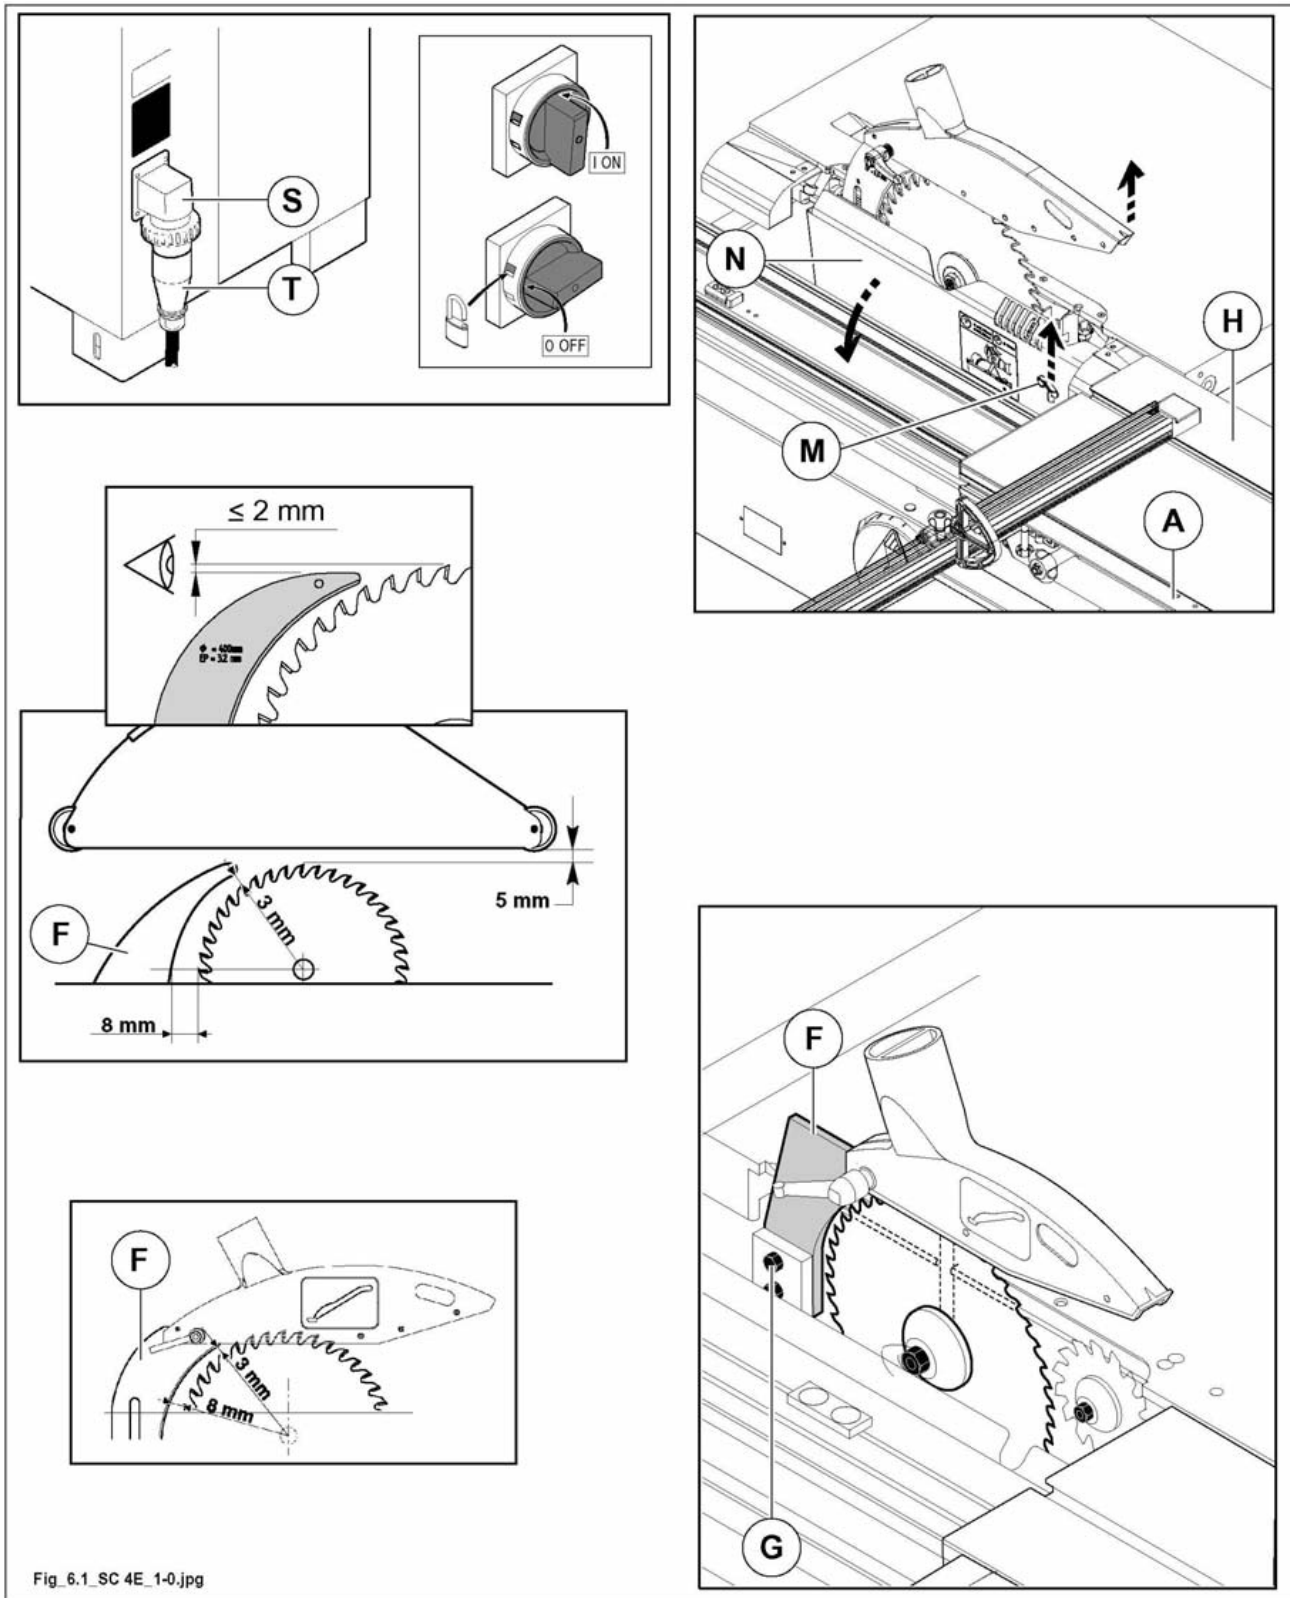

Abb. 6.1
- 2) Positionieren Sie den Winkelrahmen (A Abb. 6.1) wie in der Abbildung gezeigt wird und schieben Sie den Waggonschlitten (H Abb. 6.1) ganz nach rechts.
- 3) Heben Sie der Hebel (M Abb. 6.1) an und öffnen Sie die Schutzvorrichtung (N Abb. 6.1).
- 4) Die Höheneinstellung des Zerteilmessers (F Abb. 6.1) durch lockern der Mutterschraube (G Abb. 6.1) einstellen.